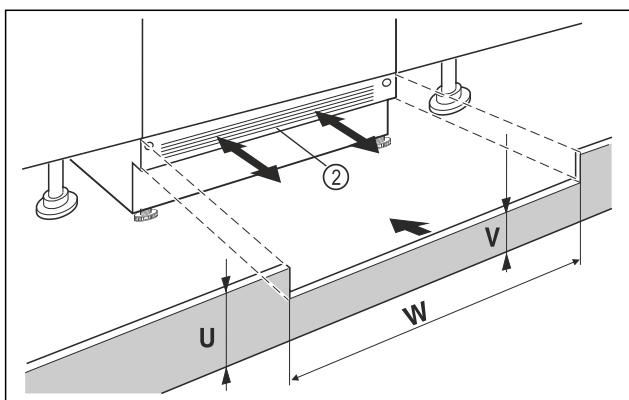

Fig. 88 Примерное изображение
- ▶ Установите цокольную панель устройства Fig. 88 (2), но еще не фиксируйте ее.
- ▶ Если цокольную панель Fig. 88 (2) видно, потяните её вперед настолько, пока передний край вентиляционной решетки не станет вровень с цокольной панелью мебели.
- ▶ Если цокольная панель Fig. 88 (2) скрыта, сдвиньте её назад как можно дальше.
- ▶ Вентиляционное отверстие должно быть полностью открытым: При необходимости следует подрезать цокольную панель мебели по высоте Fig. 88 (U)!
- ▷ Подгоните высоту перемычки Fig. 88 (W) по всей ширине ниши Fig. 88 (V) под цокольной панелью устройства Fig. 88 (2).